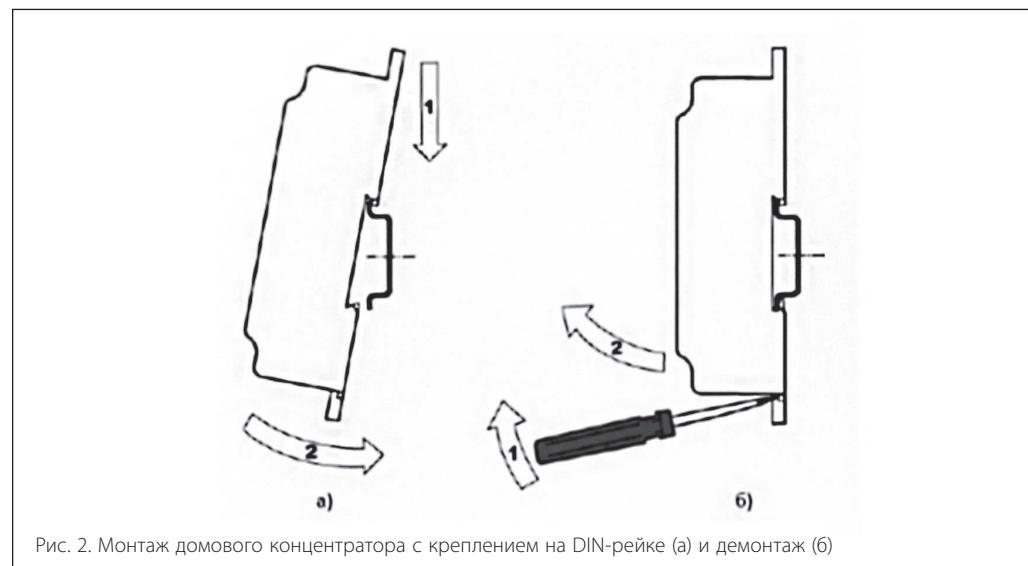

Рис. 2. Монтаж домового концентратора с креплением на DIN-рейке (а) и демонтаж (б)
- Приложить домовой концентратор к DIN-рейке, как показано на рис. 2а, и защелкнуть в направлении стрелки 2.
Для снятия домового концентратора с DIN-рейки необходимо вставить острое отвертка в проушину защелки (рис. 2б) и отжать защелку по стрелке 1, после чего снять корпус прибора с DIN-рейки по стрелке 2.